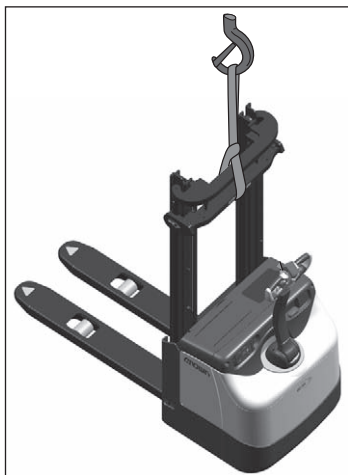

Fig. 55 Løft af trucken uden sideværn
5. Spænd et løftbælte i midten rundt om alle masttværstiverne som vist i fig. 55, og indsæt det i kranens krog.